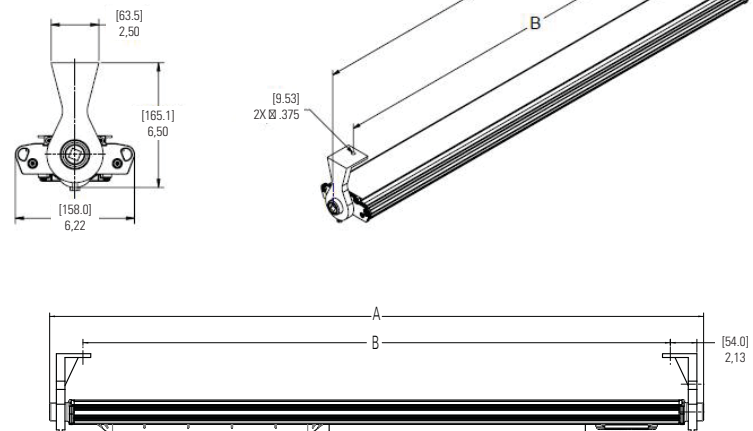

Imagen 2. Instalación del montaje de pared/techo DP1053MTK
2. Marque y taladre para sujetar los soportes finales. Use dos (2) pernos de 1/4" (no incluidos) en las medidas de centro a centro (ver Imagen 2).
3. El dispositivo ahora está listo para su montaje. Se recomienda encarecidamente que use a dos (2) personas especializadas calificadas para proceder con el montaje final del dispositivo. Se recomienda esto para evitar cualquier lesión personal o daño al dispositivo.